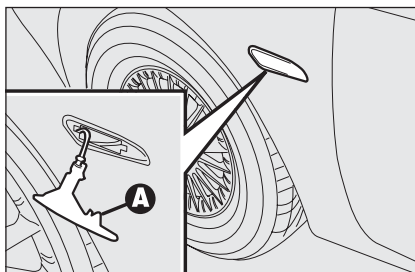
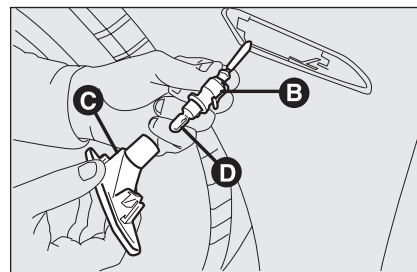

fig. 30
fig. 31
- ☐ spingere a mano il trasparente nel senso contrario alla direzione di marcia della vettura in modo da comprimere la molletta di fissaggio **A-fig. 30**. Liberare la parte anteriore ed estrarre il gruppo;
- ☐ ruotare in senso antiorario il portalam-pada **B-fig. 31** ed estrarlo dal trasparente **C**.
- ☐ inserire il portalam-pada **B-fig. 31** nel trasparente **C** quindi posizionare il gruppo verificando lo scatto della molletta di fissaggio **A-fig. 30**.